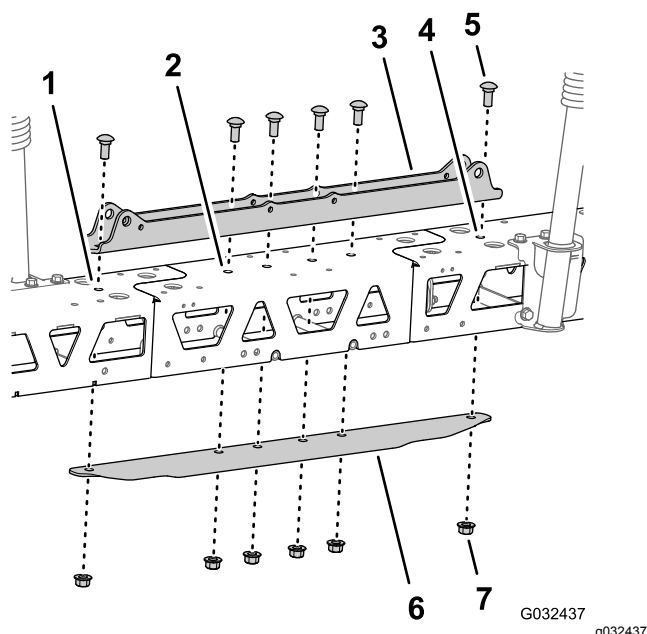

Рисунок 77
5. Совместите отверстия в креплении цилиндра с отверстиями на осевой линии ферменной рамы и удлинителе средней секции стрелы (Рисунок 77).
6. Вставьте соединительную пластину в ферменную раму и удлинитель средней секции стрелы и совместите отверстие в соединительной пластине с отверстиями на осевой линии ферменных рам и удлинителя стрелы (Рисунок 77).
7. Зафиксируйте крепления цилиндра, фермы, удлинителя средней секции стрелы и соединительной пластины при помощи 2 каретных болтов (1/2 x 1-1/4 дюйма) и 2 фланцевых контргаек (1/2 дюйма), снятых при выполнении пункта 2 раздела Разделение ферм средней секции стрелы \(страница 37\), и 4 каретных болтов (1/2 x 1-1/4 дюйма) с 4 фланцевыми контргайками (1/2 дюйма) из доводочного комплекта системы опрыскивания GeoLink (Рисунок 77).